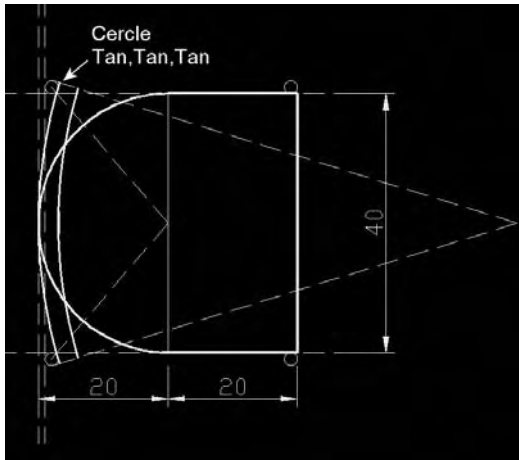

Fig.14.13
- 1 La création de la chaise peut se faire dans un premier temps en mettant les choses en place en 2D : quatre cercles pour les pieds, le contour du siège et du dossier. Ces données sont représentées à la figure 14.13. Le contour du siège est composé de trois lignes de dimensions 20, 40 et 20 et d'un demi-cercle de rayon 20. Le dossier est composé d'une partie d'un cercle tangent aux deux petits cercles arrière et à l'arc de cercle du siège. Il est limité de part et d'autre par des droites dont la prolongation passe par le centre. Le décalage de l'arc est de 3 cm.